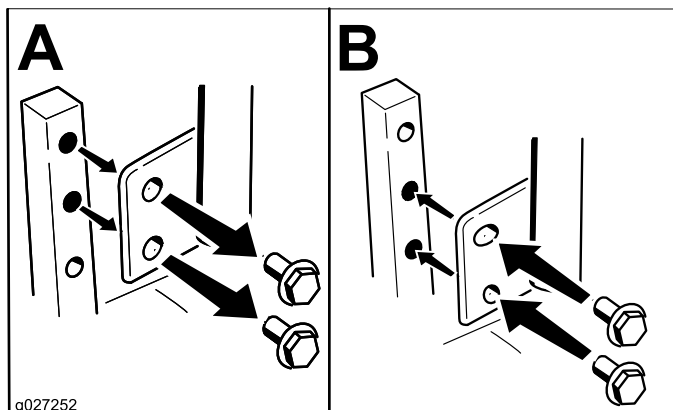

Bild 19
2. Lösen Sie die untere Schraube etwas, sodass der Schalthebel sich nach vorne oder nach hinten drehen lässt (Bild 19).
Die Höhe der Fahrtriebshebel kann für den optimalen Bedienerkomfort nach oben oder unten angepasst werden (Bild 19).